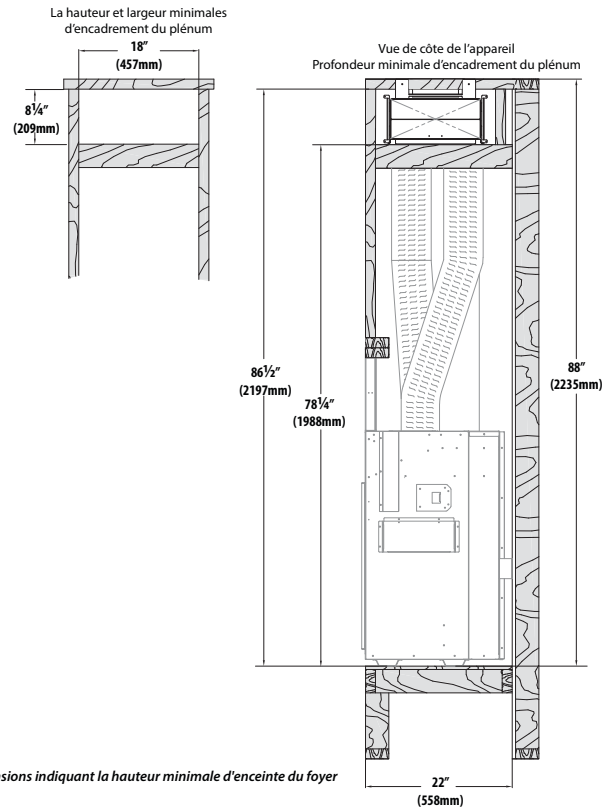

Figure 2.5, Dégagements et dimensions minimum d'encadrement de plénum
- La Figure 2.5 et 2.6 montre les dimensions requises, lorsque l'ouverture de sortie d'air est adjacente à une étagère murale ou une tablette encastrée.